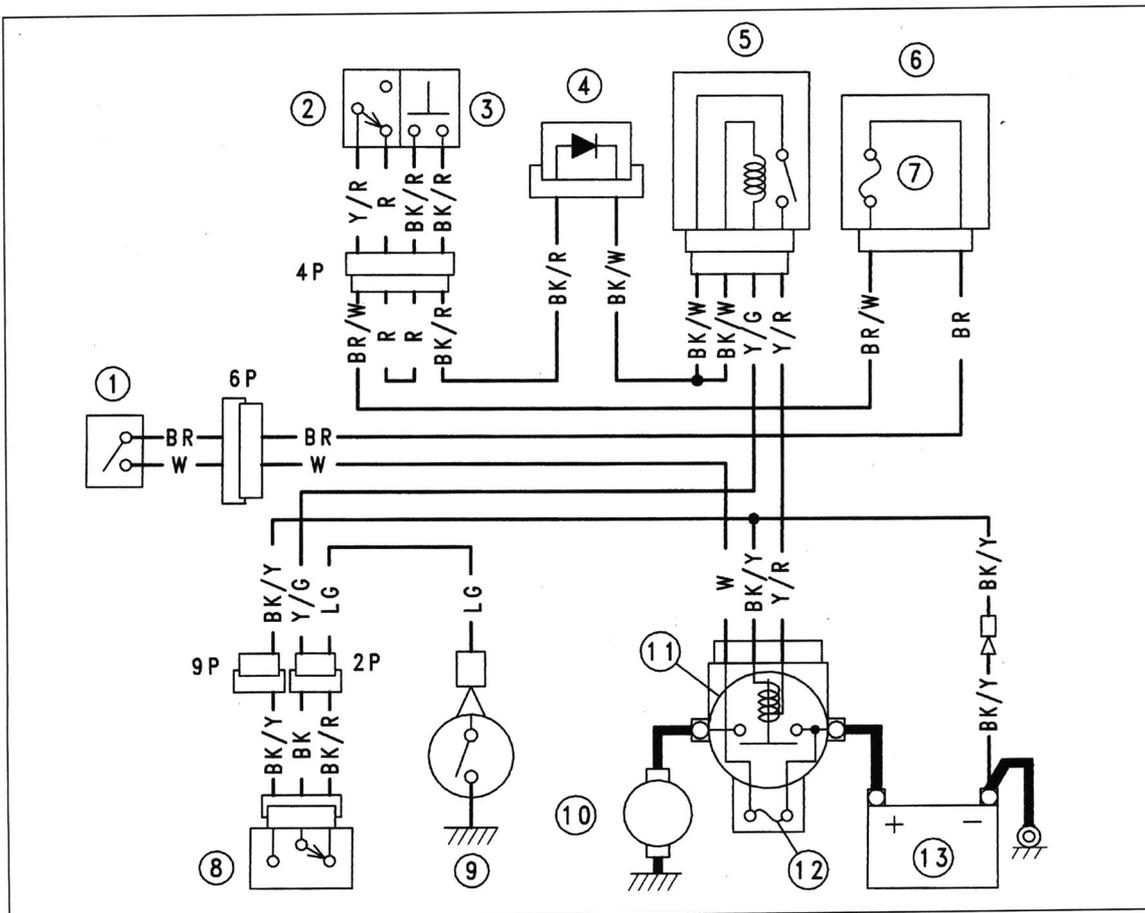

Bild 133
- Prinzipdarstellung des Startsystems siehe Bild 133.